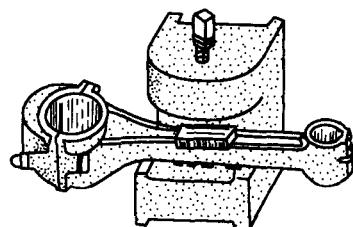

图 1-14 校正连杆的弯曲
1) 对弯曲的连杆，可用压床或在校正器上用校弯工具压直。校正工具见图 1-14。